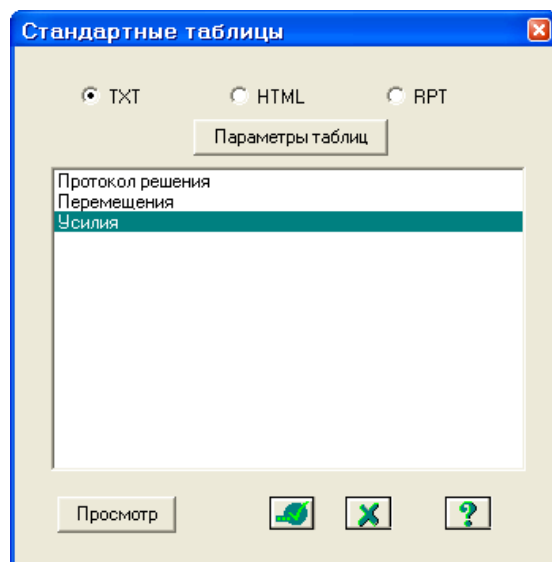

Рис.10.27. Диалоговое окно Стандартные таблицы
- После этого в диалоговом окне **Стандартные таблицы** (рис.10.27) выделите строку **Усилия**.